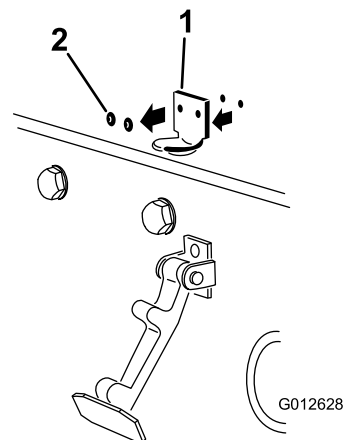

Figure 4
2. Retirez les 2 rivets qui fixent le support du loquet au capot (Figure 4).